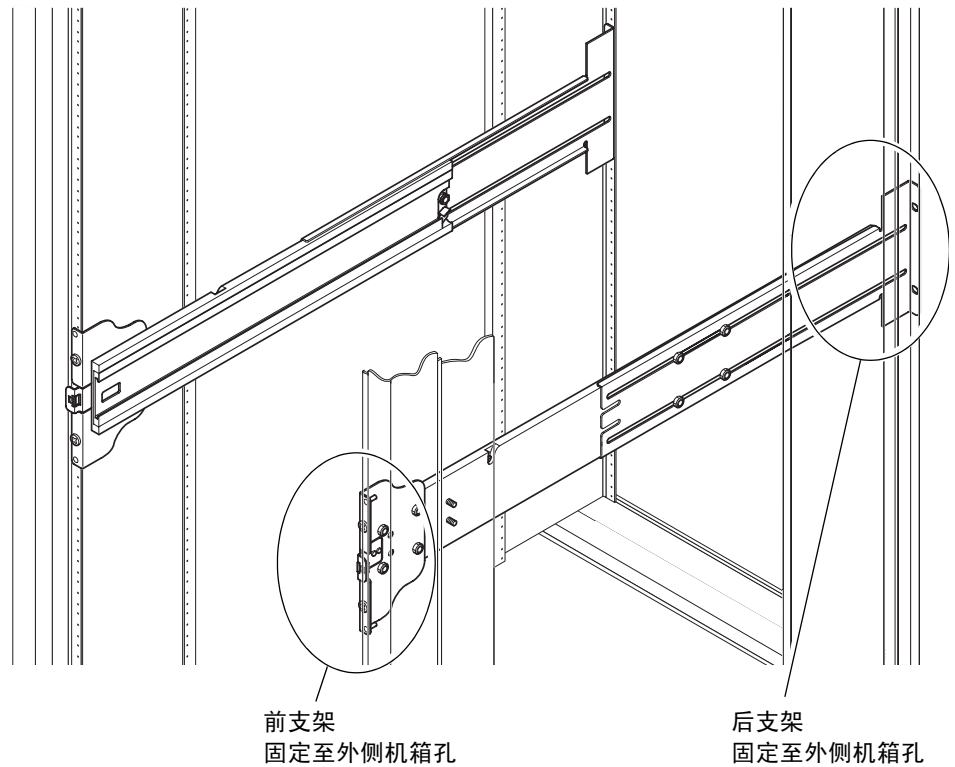

图 1-5 在 Sun Rack 900 机箱或 19 英寸四柱机箱中安装导轨
1. 将前支架上的销钉插入机箱孔 22 和 33（图 1-5）。
1. 将前支架上的销钉插入机箱孔 58 和 69（图 1-5）。
3. 使用两颗 10-32 UNF 型螺丝固定后支架（图 1-5）。
4. 使用两颗 10-32 UNF 型螺丝固定前支架（图 1-5）。